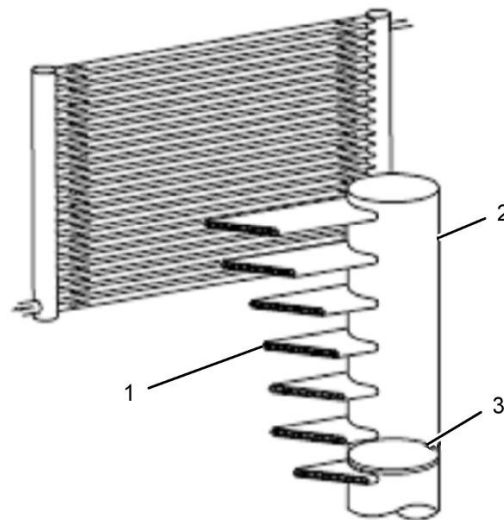

Рисунок 1
- (1) Многоканальная экструдированная труба
- (2) Коллектор
- (3) Дефлектор коллектора
8. Замените змеевики конденсатора с параллельными или несколькими потоками. В качестве примера см. рис. 1. Змеевики конденсатора с параллельными или несколькими потоками обладают узкими протоками. Тщательное вымывание грязи из этих протоков представляет сложность. Невыполнение требования по замене подобных змеевиков может привести к снижению охлаждающей способности воздушного кондиционера и к преждевременному выходу из строя компрессора.